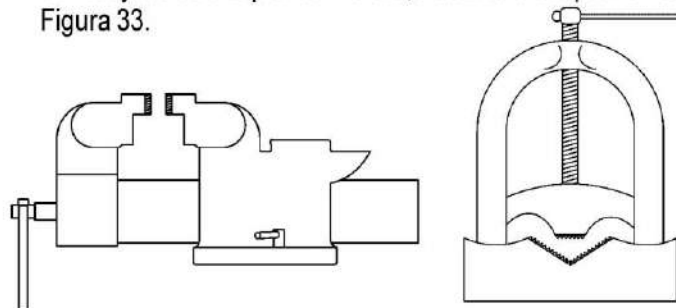

FIGURA 33. PRENSA MANUAL
- Con la ayuda de una prensa manual, desarme el acoplamiento. Figura 33.